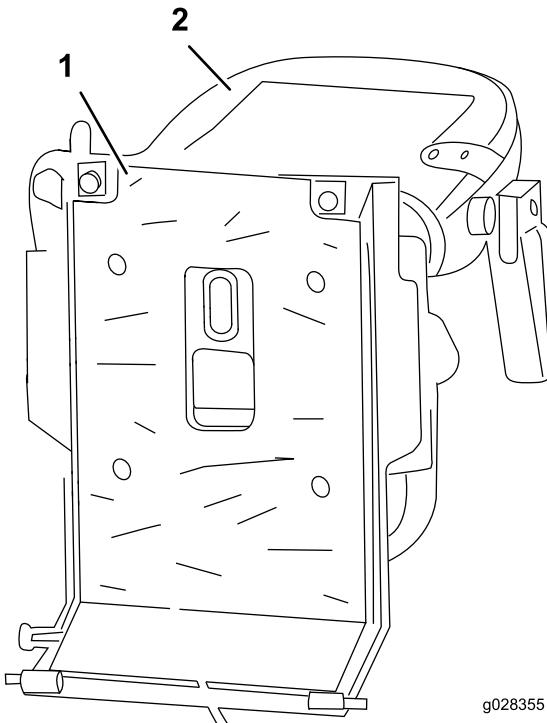

Рисунок 6
9. Удалите подложку и приложите самоклеящийся теплоизолирующий материал к нижней части монтажной платы сиденья (Рисунок 6).